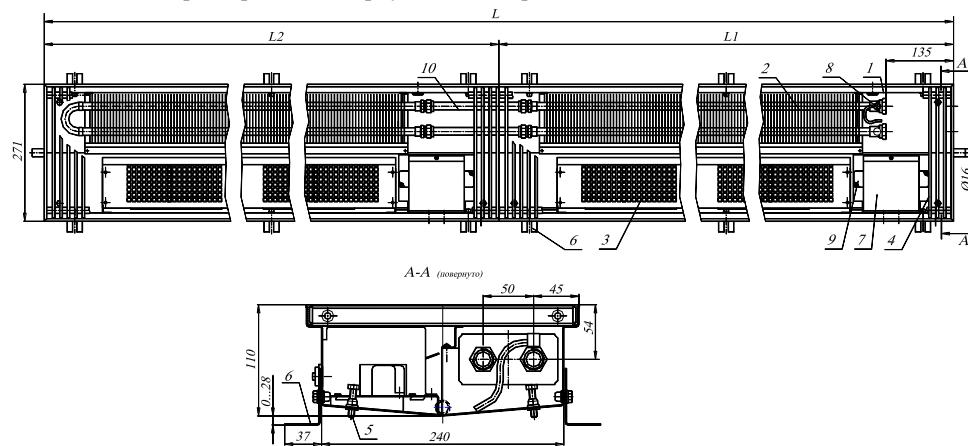

Рис.1 Конвектор KVOK12 27.11.310...600-БКТ-П
4.1. Каждая секция конвектора имеет (см. рис.1, 3):
4.2 Размеры изделий представлены на Рис.1, 2, 3, 4 и в таблице 1, 2.